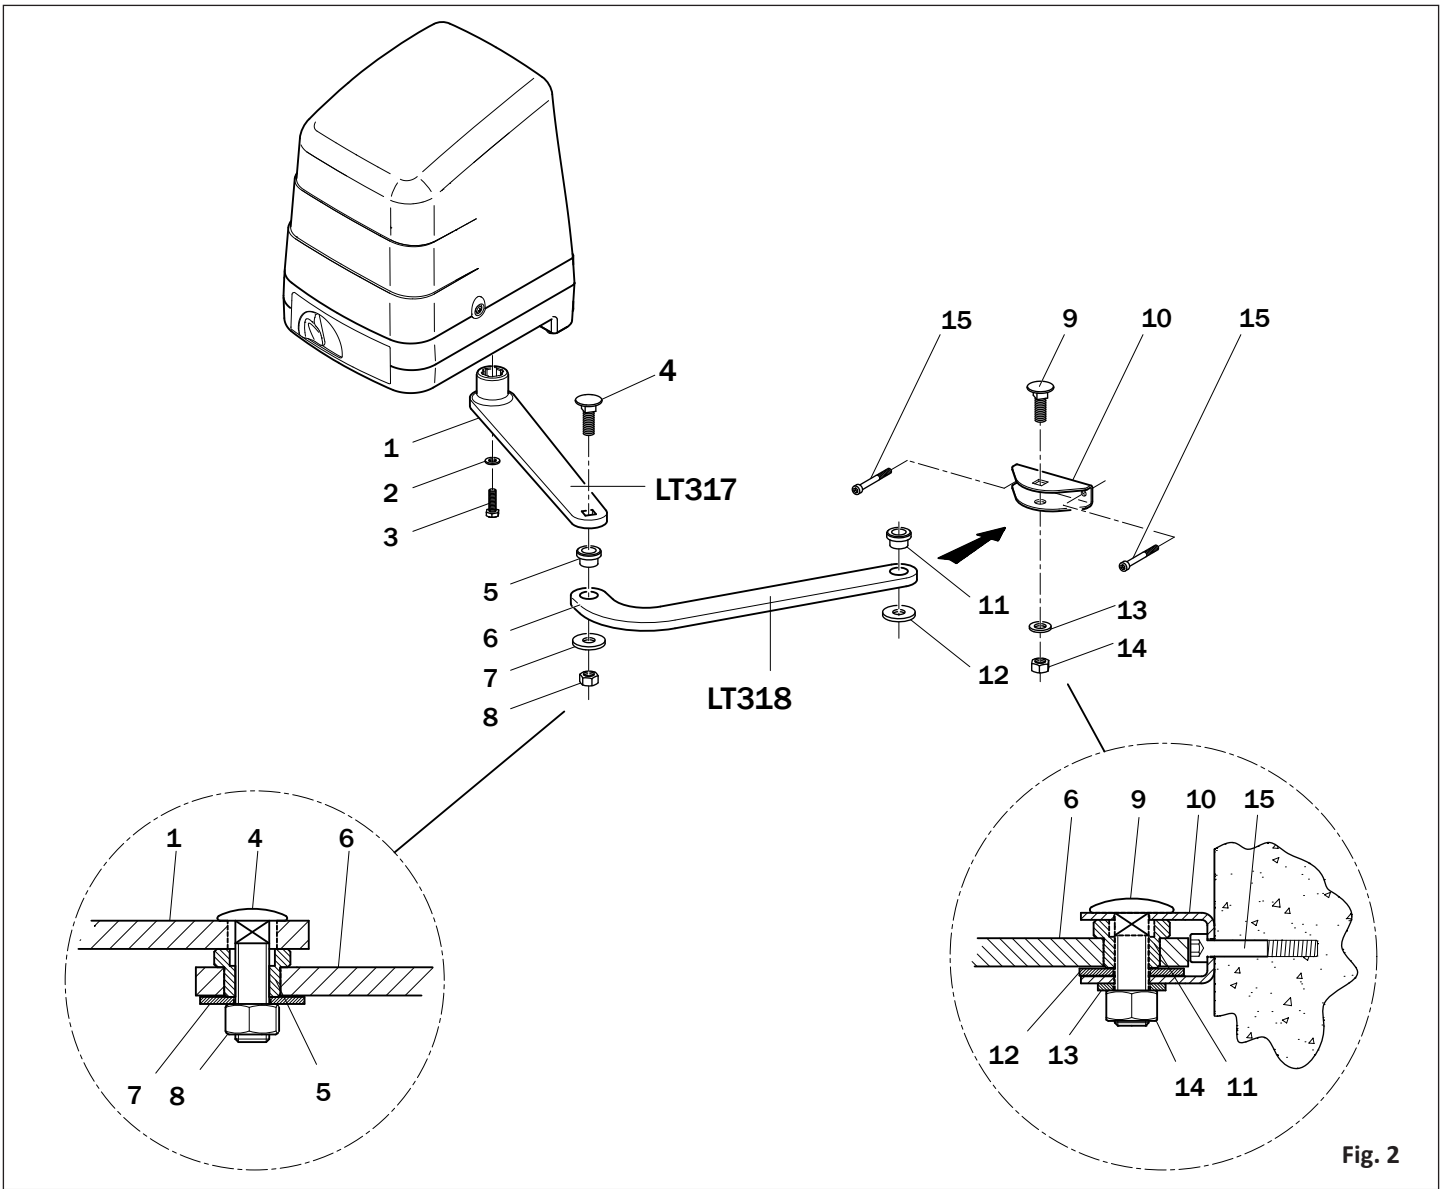
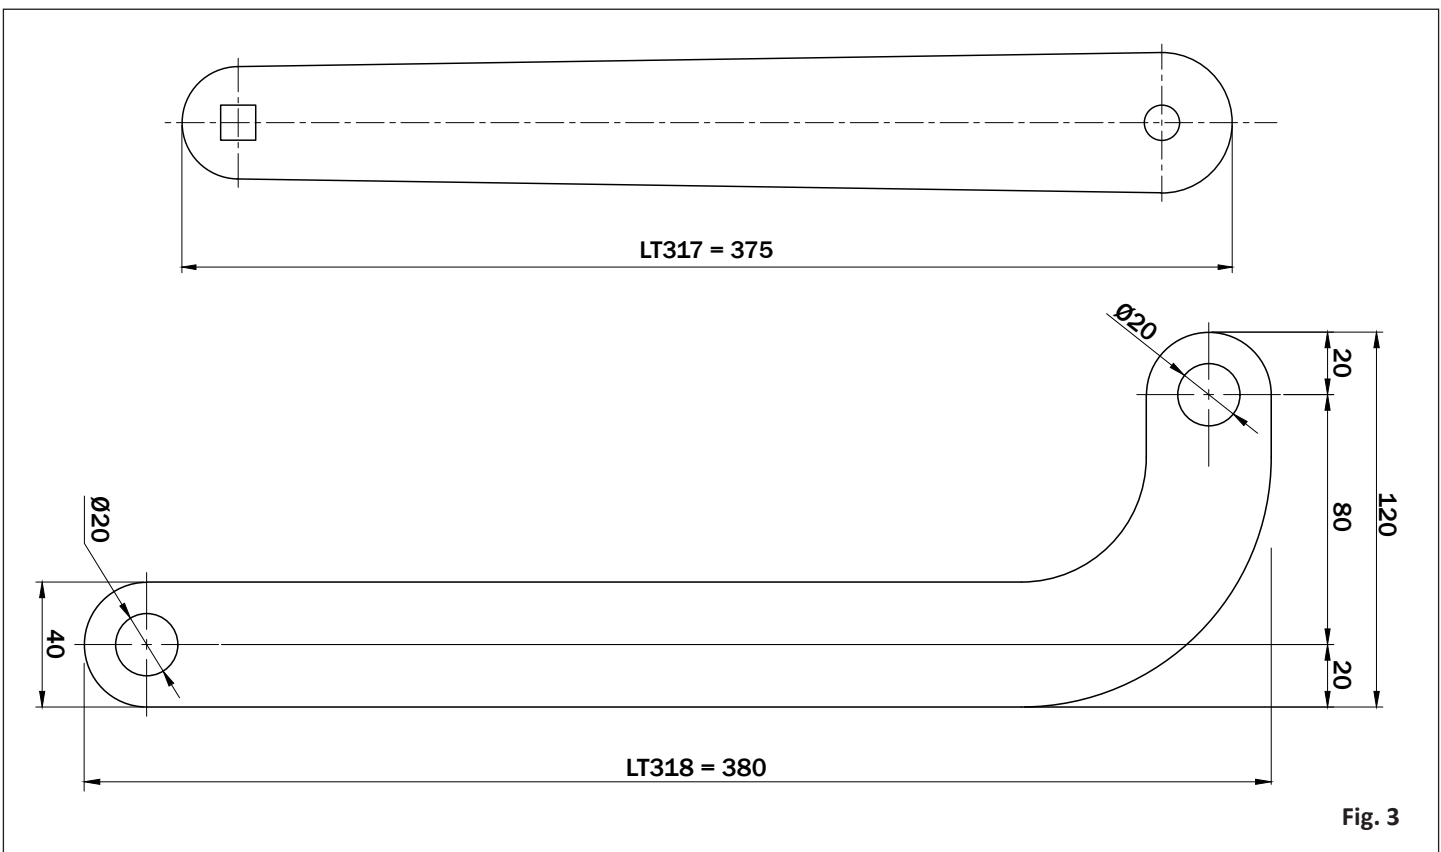

Fig. 2
Fig. 3
- Assemble the articulated arms (fig. 3) in the sequence indicated in fig. 2 and fasten to the front bracket KT218, lubricating the pivot points.
- Die Gelenkarme (Abb. 3) in der in Abb. 2 gezeigten Folge zusammensetzen und am vorderen Bügel KT218 befestigen, dabei die Drehpunkte schmieren.
- Assembler les bras articulés (fig. 3) selon la séquence indiquée en fig. 2 et les fixer à l'étrier avant KT218 en lubrifiant les points de rotation.
- Monte los brazos articulados (fig. 3) según lo indicado por la secuencia en la fig. 2 y fíjelos al soporte delantero KT218 lubricando los pivotes de rotación.
- Monte os braços articulados (fig. 3) de acordo com a sequência indicada na fig. 2 e fixe-os ao suporte dianteiro KT218 lubrificando os pontos de rotação.
- In base alla posizione di installazione del motore: destra (fig. 2) o sinistra (fig. 3) regolare i finecorsa come indicato di seguito.
- Depending on which side the motor is installed on, (see fig. 2 if installed on right or fig. 3 if installed on left), adjust the limit switches as described as follows.